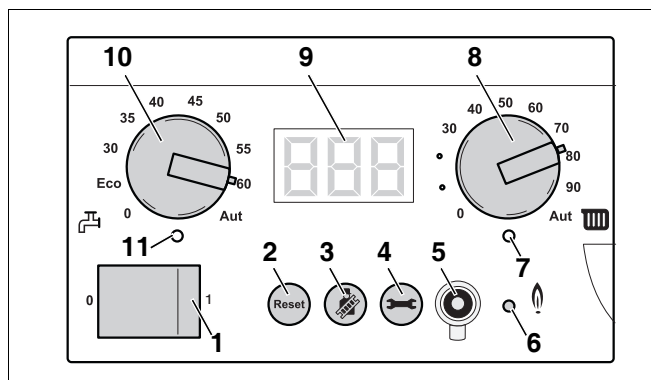

Fig. 81 Basiscontroller BC10
- Sluk for varmeanlægget på panelafbryderen til Basiscontroller Logamatic BC10 (fig. 81, pos. 1).
- Tænd for varmeanlægget på panelafbryderen til Basiscontroller Logamatic BC10 (fig. 81, pos. 1).
- Når LED "Brænder" lyser, (fig. 81, pos. 6) skal du vente et minut, til gaskedlen brænder på delbelastning.
- Tryk på "skorstensfejer"-tasten (fig. 81, pos. 3), til punktet i displayet forsvinder.
- Tryk på "skorstensfejer"-tasten (fig. 81, pos. 3), og hold den nede (ca. 2 sekunder), indtil punktet nederst til højre på displayet (fig. 81, pos. 9) vises. Se endvidere tab. 9, "Røggastest", side 38.
- Når LED "Brænder" lyser, (fig. 81, pos. 6) skal du vente et minut, til gaskedlen brænder på fuld belastning.
- Tryk på "skorstensfejer"-tasten (fig. 81, pos. 3) for at afslutte målingen. Se endvidere tab. 9, "Røggastest", side 38.